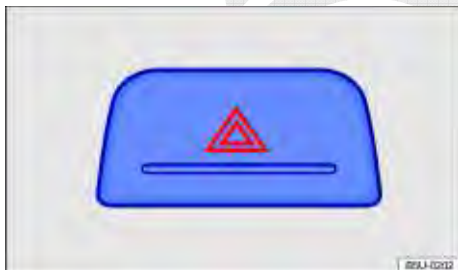

Fig. 148 Na parte superior do console central: interruptor das luzes de advertência.
2. Ligar as luzes de advertência com o interruptor ⚠ ⇒ Fig. 148.
As luzes de advertência também podem ser desligadas ao pressionar o interruptor  no painel de instrumentos ⇒ Fig. 148.